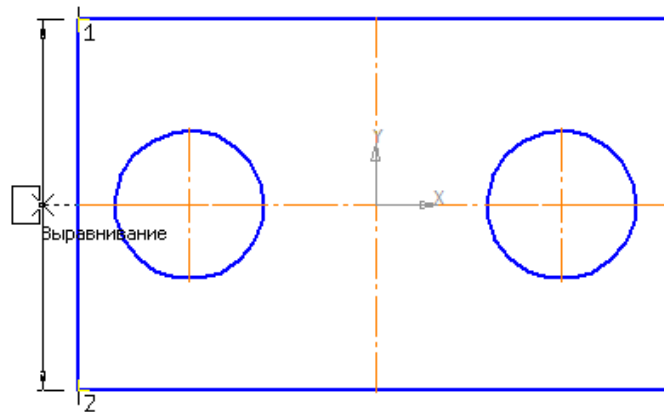

Рис. 11
- укажите первую точку привязки размера, а затем вторую (рис. 11);